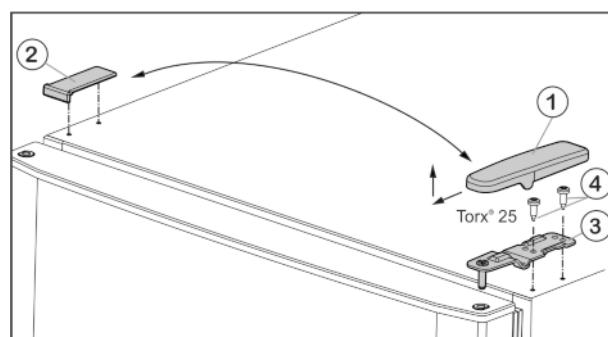

Fig. 4
- Потяните крышку Fig. 4 (1) вперед и вверх.
- Снимите крышку Fig. 4 (2).
- Открутите верхний опорный кронштейн Fig. 4 (3)(2 шт. Torx® 25) Fig. 4 (4) и вытяните вверх.
- Установите верхний опорный кронштейн Fig. 4 (3) на новой стороне шарнира и защелкните в дверце.
- Привинтите верхний опорный кронштейн (с моментом 4 Нм)(2 шт. Torx® 25) Fig. 4 (4). При необходимости используйте аккумуляторный шуруповерт.
- Наденьте и защелкните крышку Fig. 4 (1) на противоположной стороне снаружи.
- Также наденьте сверху и защелкните крышку Fig. 4 (2) на противоположной стороне.